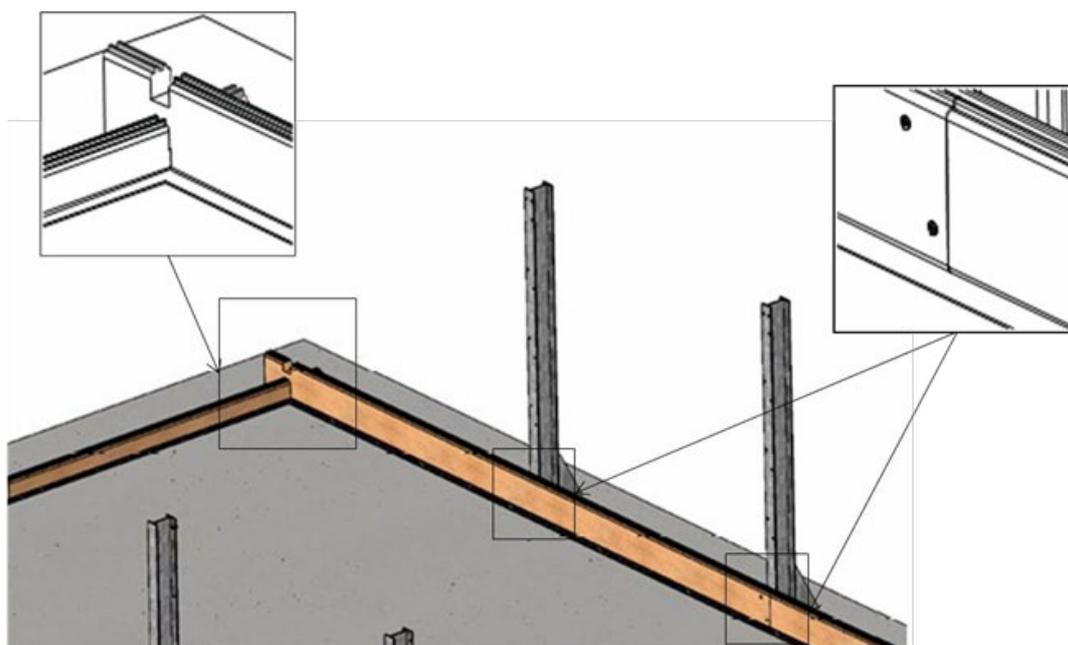

Figure 10 – Verrouillage des madriers entre eux
- entre elles comme indiqué à la *Figure 10*, à l'aide de 2 vis par paire de lames, et sur les deux côtés comportant chacun 10 lames de hauteur, soit un total de 80 vis à tête fraisée 5 × 40 en inox A4 torx filetés sur 25 mm (sachet C)